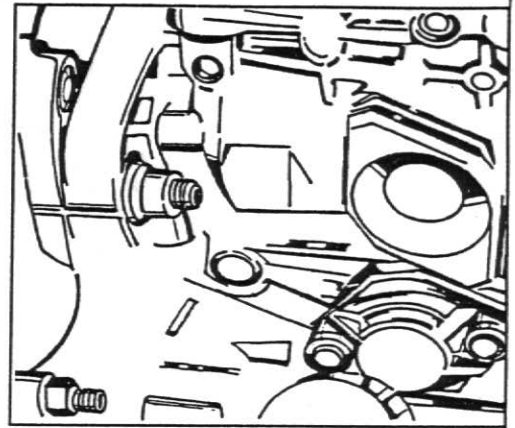

Fig. 14
1. Monte a bomba injetora utilizando uma junta de vedação nova. Alinhe a marca de sincronismo da bomba com a marca do flange fixo na carcaça da distribuição ①, fig.14.